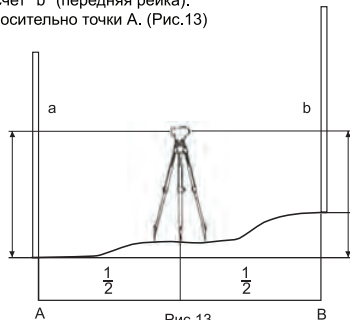

Рис.13
1) Установите прибор приблизительно посередине между точками А и В (Рис.13)
- 4) Разность отсчетов "а-в" является превышением "h" точки В относительно точки А. (Рис.13)